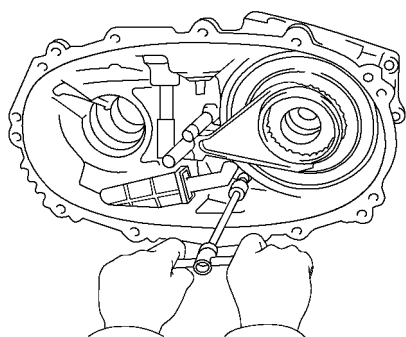

图 12-37 安装粗滤器用扭力套筒扳手紧固螺钉
(11) 安装齿轮油粗滤器。将 1 个新 O 形密封圈装到粗滤器上, 并安装粗滤器, 使用扭力套筒扳手旋紧螺钉, 如图 12-37 所示。